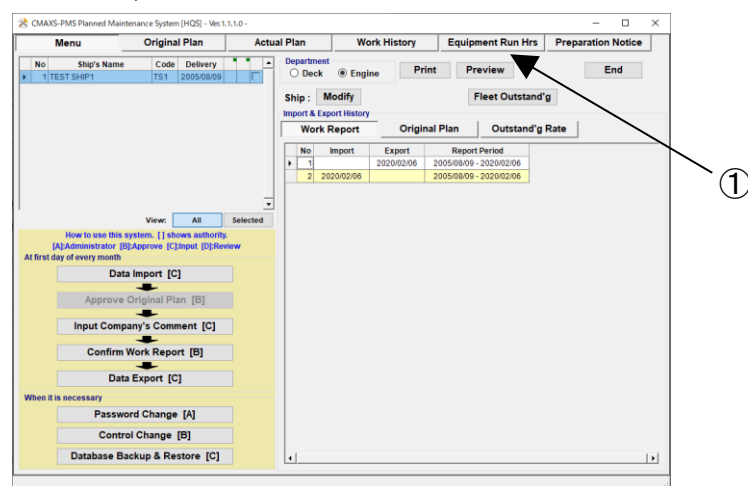

図 10-1 Menu 画面
- ① “Menu”の[Equipment Run Hrs] タブ(図 10-1)を選択してください。